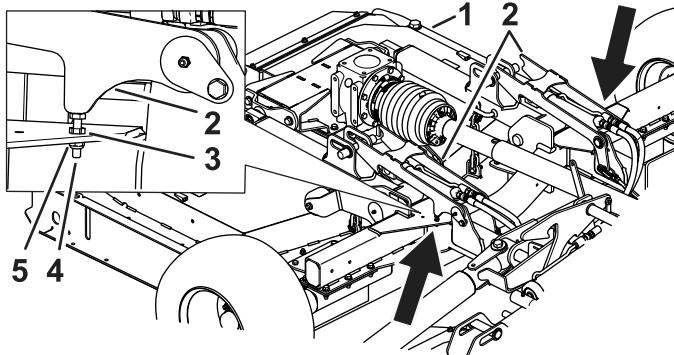

Figure 85
1. Desserrez l'écrou de blocage (Figure 85).
2. Montez ou baissez le boulon pour corriger la position de blocage des goupilles par les verrous du plateau (Figure 85).
3. Après avoir réglé le boulon, serrez l'écrou de blocage et l'écrou (Figure 85).